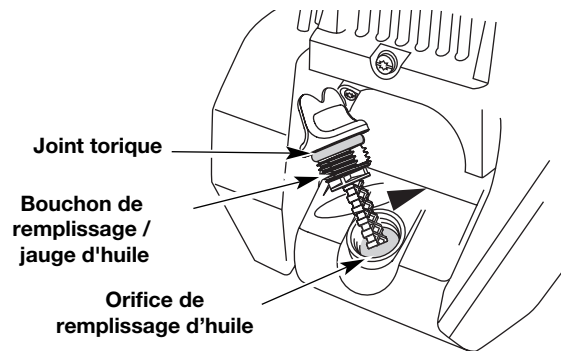

Fig. 20
6. Si le niveau est trop bas, ajoutez un peu d'huile par l'orifice et revérifiez (Fig. 20). Continuez jusqu'à ce que le niveau d'huile atteigne le haut de la jauge.
REMARQUE : Assurez-vous que le joint torique est mis sur le bouchon de remplissage / jauge d'huile au moment de la vérification et du changement d'huile (Fig. 20).